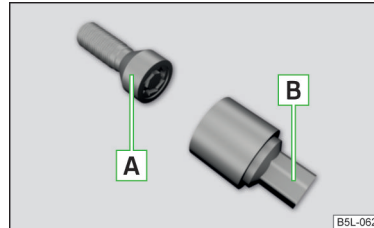

Abb. 246
Die Anti-Diebstahl-Radschrauben schützen die Räder vor einem Diebstahl. Diese lassen sich ausschließlich mit dem Aufsatzstück  » Abb. 246 lösen/festziehen.
- › Den Radschlüssel bis zum Anschlag auf die Radschraube stecken. Für die Anti-Diebstahl-Radschrauben das zugehörige Aufsatzstück verwenden » Abb. 246 auf Seite 224.